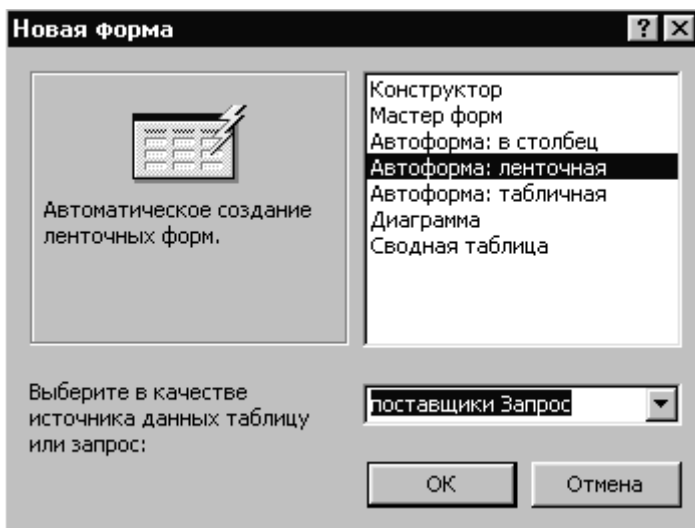

Рис. 19. Создание ленточной формы
2.2. Создание ленточной формы. В разделе «Формы» окна базы данных нажмем кнопку «Создать». На экране появится диалоговое окно «Новая форма» (рис. 19). Выберем в меню ленточную форму. Затем в нижней части окна развернем меню, выберем источник данных для формы – запрос «поставщики Запрос» и нажмем «ОК». На экране появится форма (рис. 20). Закроем форму и подтвердим желание сохранить ее. В диалоговом окне «Сохранение» зададим имя формы «поставщики_лента».